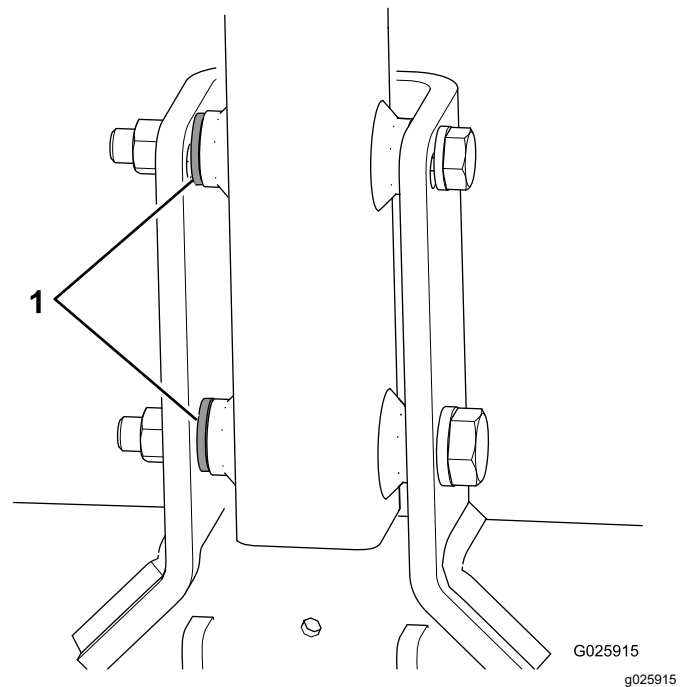

图 6
- 如果您的机器每个螺栓都随附第 3 个垫圈请把这些垫圈用作挂钩与挂钩枢轴支架之间的隔片 图 6。